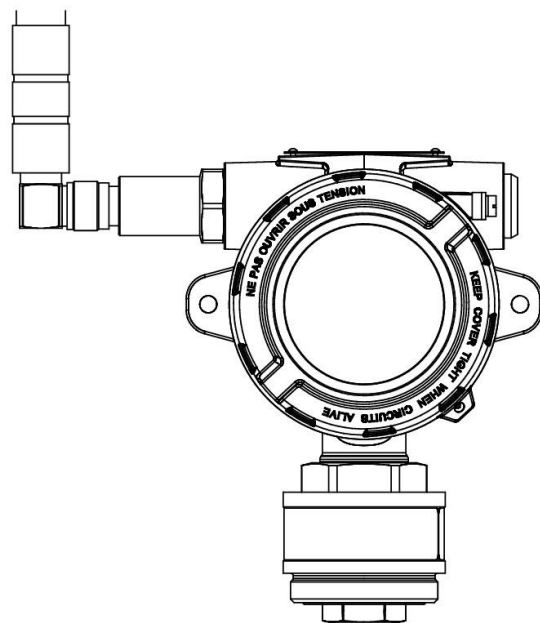

Рисунок 20 – Газоанализатор без влагозащитной насадки
- б) Снять влагозащитную насадку с газоанализатора (рисунок 20);